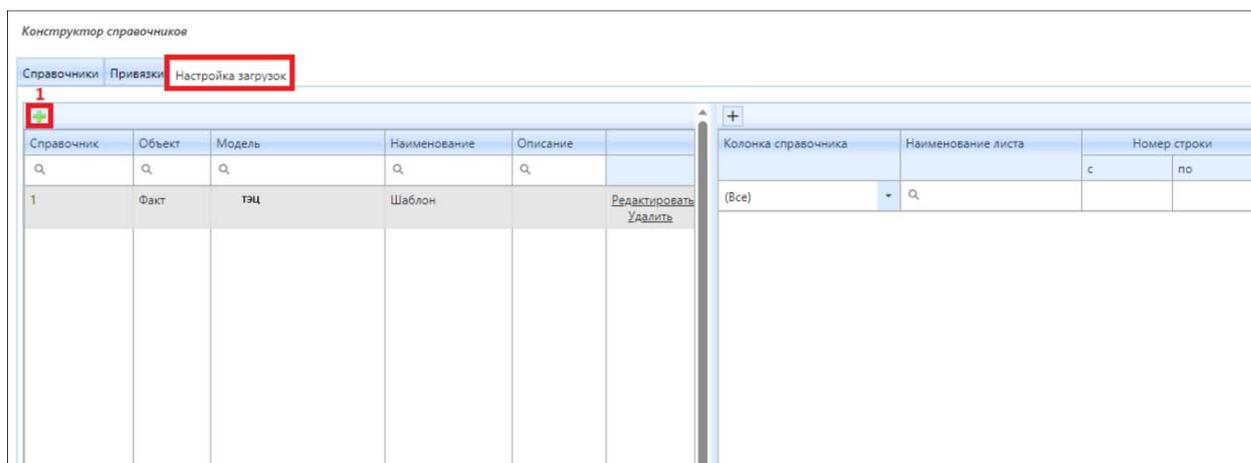

Рисунок 4.6.48 – Вкладка «Настройка загрузок»
Затем, для загрузки Excel-файла в пользовательский справочник необходимо перейти во вкладку «Настройка загрузок» и нажать на кнопку (1) (рис. 4.6.48) для добавления справочника (рис. 4.6.48).